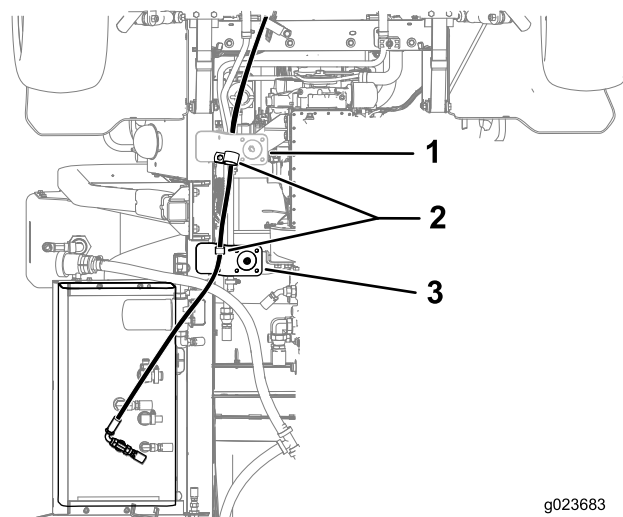

Figure 4
- 7. Fixez le flexible aux supports sur la machine au moyen des 2 colliers en R (Figure 4).